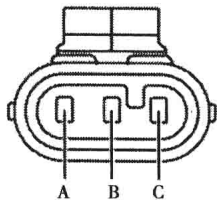

图 1-1-17 进气歧管压力传感器连接器端子图
9. 进气歧管压力传感器连接器端子图（图 1-1-17）及端子功能表（表 1-1-9）